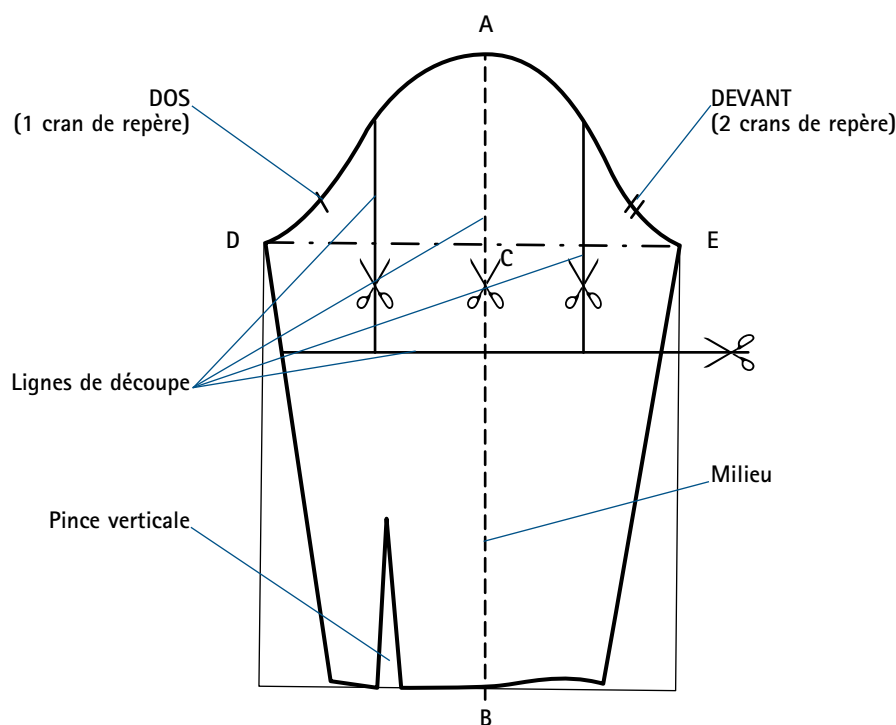

FIG. 1
Tracer les lignes de découpe, comme indiqué sur la figure 1. Situer la ligne horizontale de découpe à environ 10 cm en dessous de la ligne d'emmanchure (DE), cela donne un plus bel effet esthétique à la manche.